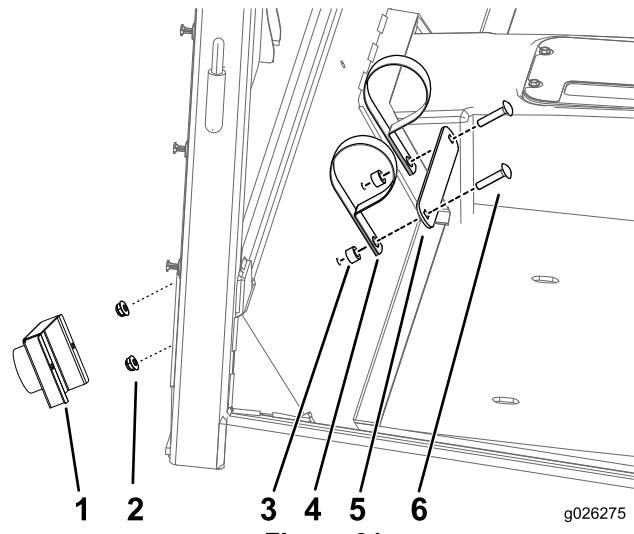

Figure 31
- Montez le tube de rangement du manuel de l'utilisateur comme montré à la Figure 31.